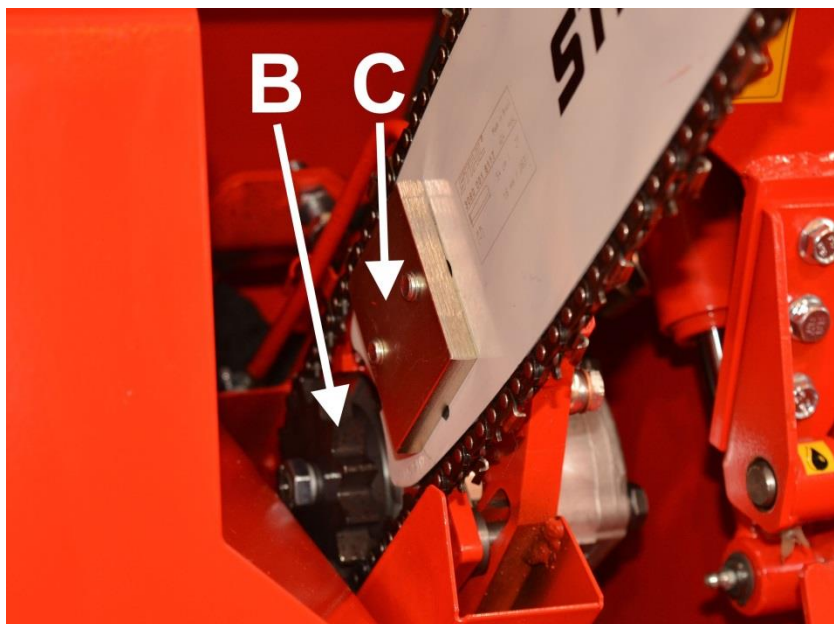

Bild 27.
3. Lösgör svärdets fästplatta C (bild 27) och lossa svärdet från spåret.